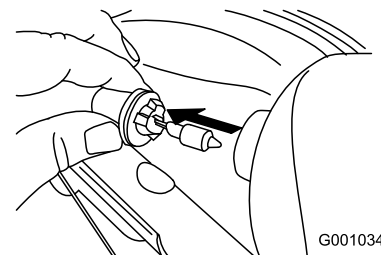

Figure 65
3. Sortez directement l'ampoule de l'arrière du phare (Figure 65).